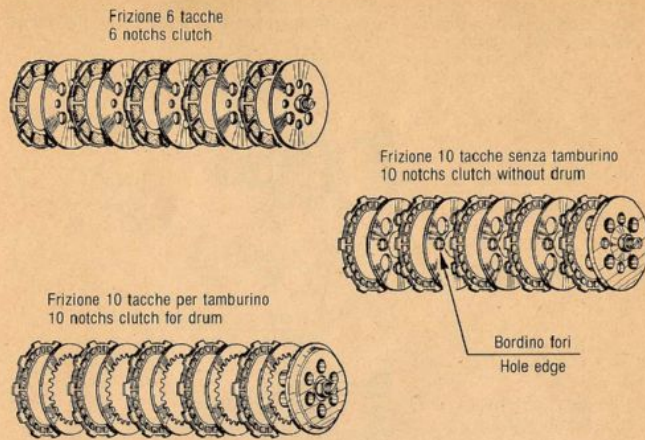

FIG. 47 Gruppo frizione
- 14) MONTARE il gruppo dischi frizione seguendo la progressione come indicato in fig. 47. Nelle frizioni a 10 tacche s/tamburino, i dischi in ferro vanno montati con il bordino dei fori rivolto verso l'esterno.